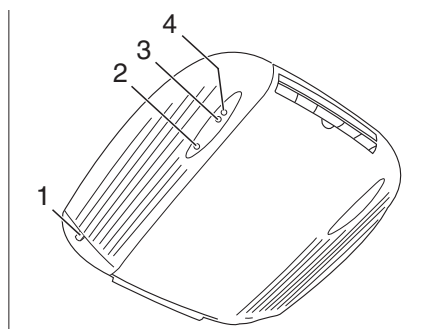
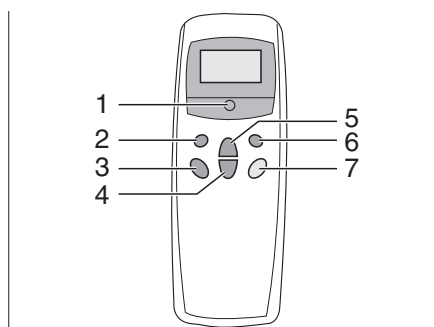

Fig. 123 Vista interior
Fig. 124 Mando a distancia
- Conectar el vehículo a la alimentación de 230 V. La instalación de aire acondicionado está lista para el funcionamiento. El LED rojo (Fig. 123,2) luce.
- Conectar el mando a distancia con el interruptor (Fig. 124,5).
- Ajustar con la tecla (Fig. 124,1) el modo de funcionamiento deseado. La luz de control verde (Fig. 123,3) indica el funcionamiento de la refrigeración, la luz de control rojo (Fig. 123,4) el funcionamiento de la calefacción.
- Caso necesario ajustar con las teclas (Fig. 124,3 y 4) la potencia del ventilador y la temperatura ambiente deseadas.
- Para la desconexión pulsar de nuevo la tecla (Fig. 124,5) en el mando a distancia.